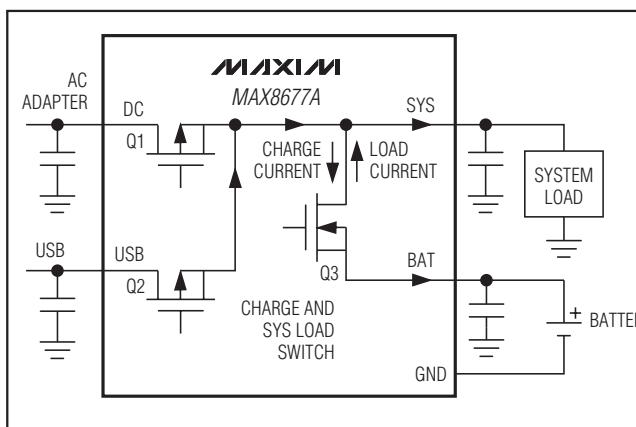

图4. 智能电源选择器方框图
MAX8677A智能电源选择器可在外部输入电源、电池以及系统负载之间无缝切换(图4)。其基本功能如下：
当DC或USB端无可用电源时，内置的40mΩ MOSFET(Q3，图4)连接SYS和BAT。当检测到DC或USB端连接有电源时，该开关断开且SYS通过输入限制器由有效输入电源供电。
输入电压限制器实质上就是工作于低压差模式的LDO稳压器。低压差工作时，稳压器在DC和SYS间的0.2Ω MOSFET (Q1, 图4)仅产生很小的 $I^2R$ 消耗。连接AC适配器或USB电源时，输入限制器可在外部电源、系统负载以及电池充电器之间分配电源。输入限制器除了为SYS端系统负载和充电器负载供电外，还具有优化电源利用率的额外功能：
- 输入电压限制。**如果输入电压超过过压保护门限(典型值6.9V)，MAX8677A进入过压锁定(OVLO)状态。OVLO可为MAX8677A以及后续电路提供高达14V的DC电压、高达8V的USB电压保护。在OVLO状态下，VL保持有效，出现过压的输入开关(Q1、Q3，参考图4)断开，且相应的电源监视器输出(DOK、UOK)以及CHG均为高阻态。
如果DC和USB输入端均出现过压，两个输入开关(Q1、Q2，参见图4)都将断开，充电器关闭。BAT-SYS开关(Q3，参见图4)闭合，允许电池为SYS供电。
如果输入电压低于BAT电压或者低于3.5V(下降沿)DC欠压门限，则输入电源无效。电源无效时，SYS通过一个40mΩ开关(Q3，图4)连接至BAT。
- 自适应电池充电。**当系统由DC供电时，充电器从SYS获取电源为电池充电。如果充电器负载加上系统负载所需要的总电流超过输入电流限制，则自适应充电器控制环路将降低充电电流，以避免SYS电压跌落。保持较高的SYS电压可提高效率，降低输入限制器的功耗。流过开关(Q1或Q2，图4)的总电流是SYS端负载电流与电池充电电流之和。限制器钳位至5.3V，因此输入电压大于5.3V时会增加限制器的功耗。限制器的功率损耗为 $(V_{DC} - 5.3) \times I$ ，但不低于 $I^2 \times 0.2\Omega$ 。另外还需注意的是当任何一路输入超过6.9V(额定值)时，MAX8677A自动关断。